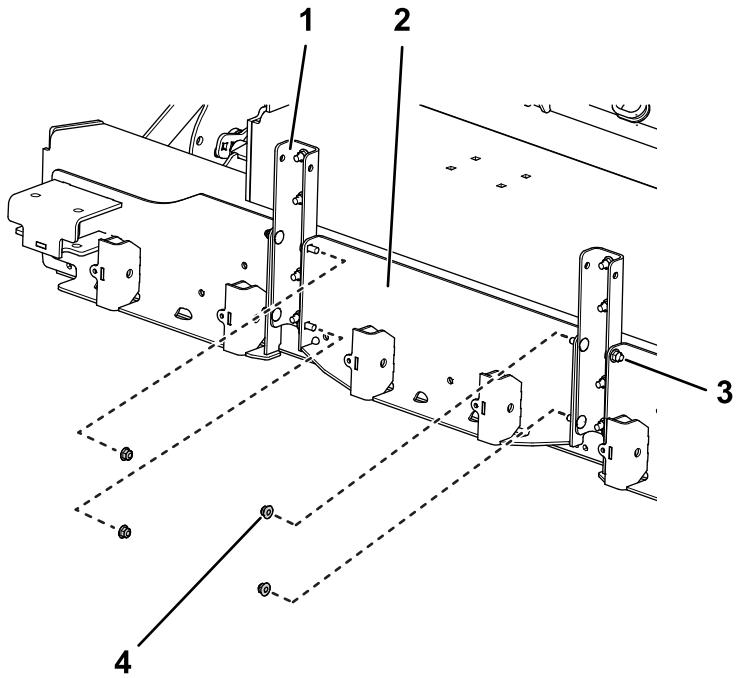

図2
- 中央ボックスブレードアタッチメントホルダーを、ミッドマウントアタッチメントブラケットに仮止めするキャリッジボルト3/8 x 1"4本とナット $\frac{3}{8}$ "4個を使用する図2。